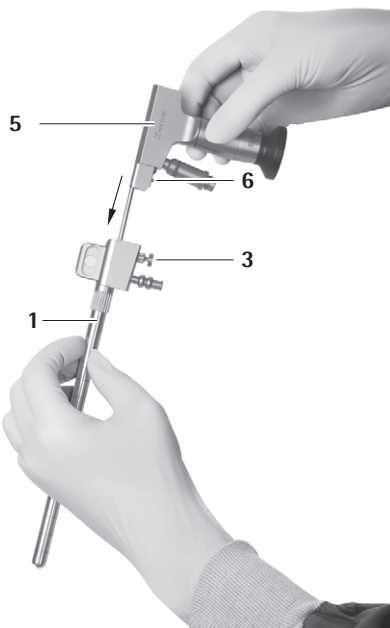

Afb. 13
- ▶ Verwijder draagarmadapter **11**, zie Afb. 13.